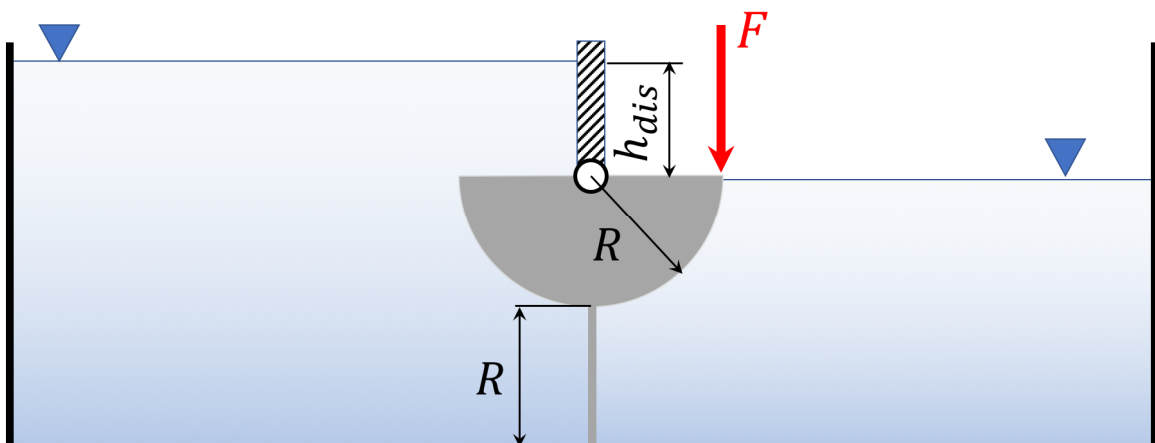

Figura 3: Geometria del bacino A dopo la modifica.
- 7) Si vuole modificare Il bacino A introducendo un sistema di regolazione come schematizzato in Figura 3. Nell'ipotesi di fluido in quiete, calcolare simbolicamente le componenti della forza di origine idrostatica agente sulla paratoia incernierata in A e determinare il valore di F affinché il sistema sia in equilibrio come in Figura 3. Sia b l'estensione (perpendicolare al foglio) del bacino.